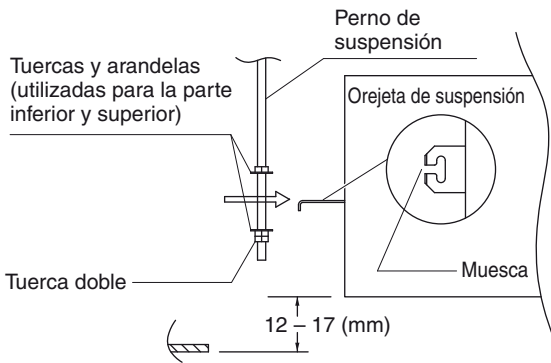

Fig. 3-5
- (3) Enrosque las 3 tuercas hexagonales y las 2 arandelas (no incluidas) en cada uno de los 4 pernos de suspensión, tal y como se muestra en la Fig. 3-5. Emplee 1 tuerca y 1 arandela para el lado superior y 2 tuercas y 1 arandela para el lado inferior, de modo que la unidad no se caiga de las orejetas de suspensión.
- (4) Efectúe el ajuste de modo que la distancia entre la unidad y la parte inferior del techo sea de 12 a 17 mm. Apriete las tuercas del lado superior y del lado inferior de la orejeta de suspensión.
- (5) Extraiga el polietileno de protección empleado para proteger las partes del ventilador durante el transporte.
- (6) Haga una comprobación con una cinta de medir o un nivel de carpintero.